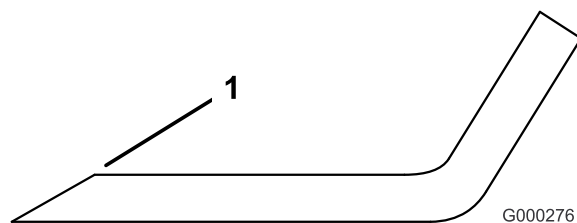

Figura 80
1. Utilize uma lima para afiar a aresta de corte em ambas as extremidades da lâmina (Figura 80). Mantenha o